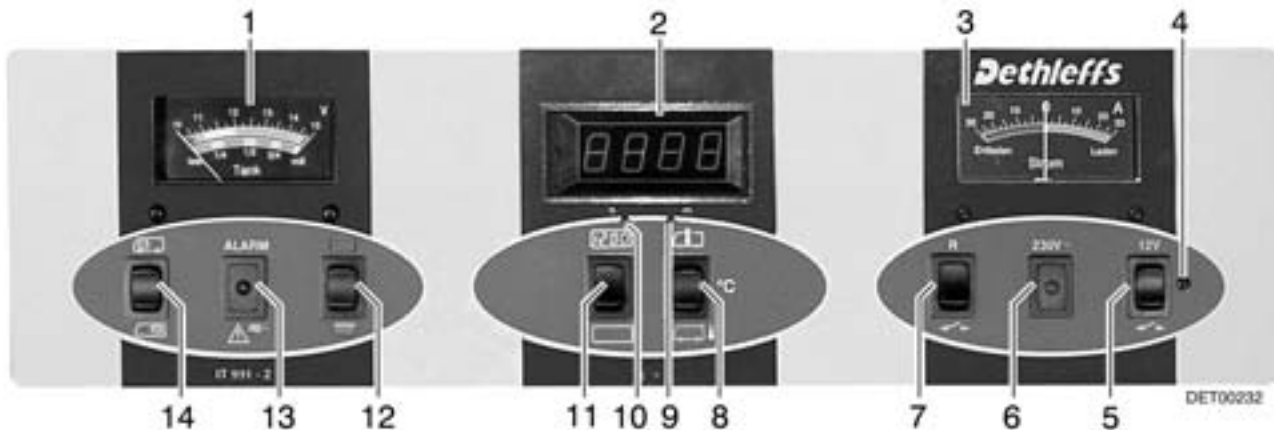

Bild 116 Control-Panel (Variante 2)
Beim Anzeigeeinstrument V/Tank (Bild 116,1) die obere Skala beachten. Das Anzeigeeinstrument wird automatisch beleuchtet, sobald ein Schalter gedrückt wird.
- Wippschalter (Bild 116,14) oben drücken "🚗": Die Batteriespannung der Starterbatterie wird angezeigt.
- Wippschalter (Bild 116,14) unten drücken "🏠": Die Batteriespannung der Wohnraumbatterie wird angezeigt.
Die rote Warnleuchte ALARM (Bild 116,13) blinkt, sobald die Spannung der Wohnraumbatterie 11,0 V unterschreitet und damit Tiefentladung droht.
Beim Anzeigeeinstrument V/Tank (Bild 116,1) die untere Skala beachten. Das Anzeigeeinstrument wird automatisch beleuchtet, sobald ein Schalter gedrückt wird.
- Wippschalter (Bild 116,12) oben drücken "☰": Die Wassermenge wird angezeigt.
- Wippschalter (Bild 116,12) unten drücken "☷": Die Abwassermenge wird angezeigt.
Am Anzeigeeinstrument Strom (Bild 116,3) wird ständig der aktuell fließende Batteriestrom angezeigt. Das Anzeigeeinstrument wird automatisch beleuchtet, sobald ein Schalter gedrückt wird.
Der 12-V-Hauptschalter (Bild 116,5) schaltet die 12-V-Versorgung des Wohnraums ein und aus. Ausnahme: Bei Esprit-Modellen und Premium-Class-Modellen bleiben Heizung, Grundlicht/Eintrittsstufe und Reserve 4 weiterhin betriebsbereit.
- Wippschalter (Bild 116,5) oben drücken "12 V": Die 12-V-Versorgung des Wohnraums ist eingeschaltet. Kontroll-Leuchte (Bild 116,4) leuchtet grün.
- Wippschalter (Bild 116,5) unten drücken "": Die 12-V-Versorgung des Wohnraums ist ausgeschaltet. Kontroll-Leuchte (Bild 116,4) erlischt.
Die 12-V-Kontroll-Leuchte (Bild 116,4) leuchtet, wenn der 12-V-Hauptschalter (Bild 116,5) eingeschaltet ist.
Die gelbe 230-V-Kontroll-Leuchte (Bild 116,6) leuchtet, wenn am Eingang des Elektroblocks Netzspannung vorhanden ist.
- Wippschalter (Bild 116,11) oben drücken "": Digitaluhr-Anzeige ist eingeschaltet. Temperaturanzeige ist betriebsbereit.
- Wippschalter (Bild 116,11) unten drücken "": Digitaluhr-Anzeige und Temperaturanzeige sind ausgeschaltet.
- Mit einem dünnen Gegenstand, z. B. Kugelschreibermine, in die Öffnung für die Stundenanzeige (Bild 116,10) drücken, bis die gewünschte Stundenzahl angezeigt wird.
- Mit einem dünnen Gegenstand, z. B. Kugelschreibermine, in die Öffnung für die Minutenanzeige (Bild 116,9) drücken, bis die gewünschte Minutenzahl angezeigt wird.
- Wippschalter °C (Bild 116,8) oben drücken "🚗": Die Innentemperatur wird angezeigt.
- Wippschalter °C (Bild 116,8) unten drücken "🏠": Die Außentemperatur wird angezeigt.
Der Elektroblock enthält ein Batterielademodul die gesamte Verteilung und Absicherung der 12-V-Stromkreise, ein Batteriewächtermodule, sowie weitere Steuer- und Überwachungsfunktionen. Der Elektroblock arbeitet nur in Verbindung mit dem Control-Panel (Bild 115 oder Bild 116).
- Wenn nötig, mit dem 12-V-Hauptschalter (Bild 115,1) oder (Bild 116,5) die 12-V-Versorgung für kurzzeitigen Betrieb wieder einschalten. Dies ist aber nur möglich, wenn die Batteriespannung über 11,0 V liegt. Liegt die Spannung darunter, kann die 12-V-Versorgung erst wieder eingeschaltet werden, wenn die Wohnraumbatterie aufgeladen wurde.